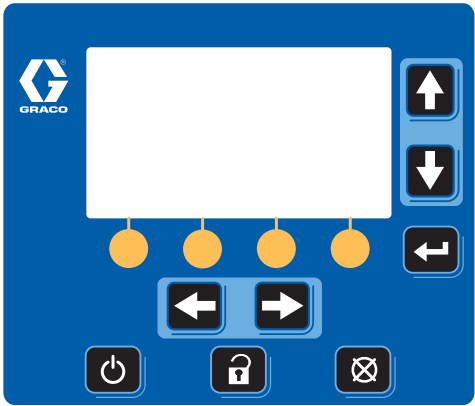

Рис. 8. Модуль дисплея
- Модуль дисплея (G). Расположен только на плунжере А. Отображает экраны состояния рабочего режима, экраны установки и кнопки управления. См. Рис. 8, стр. 14.